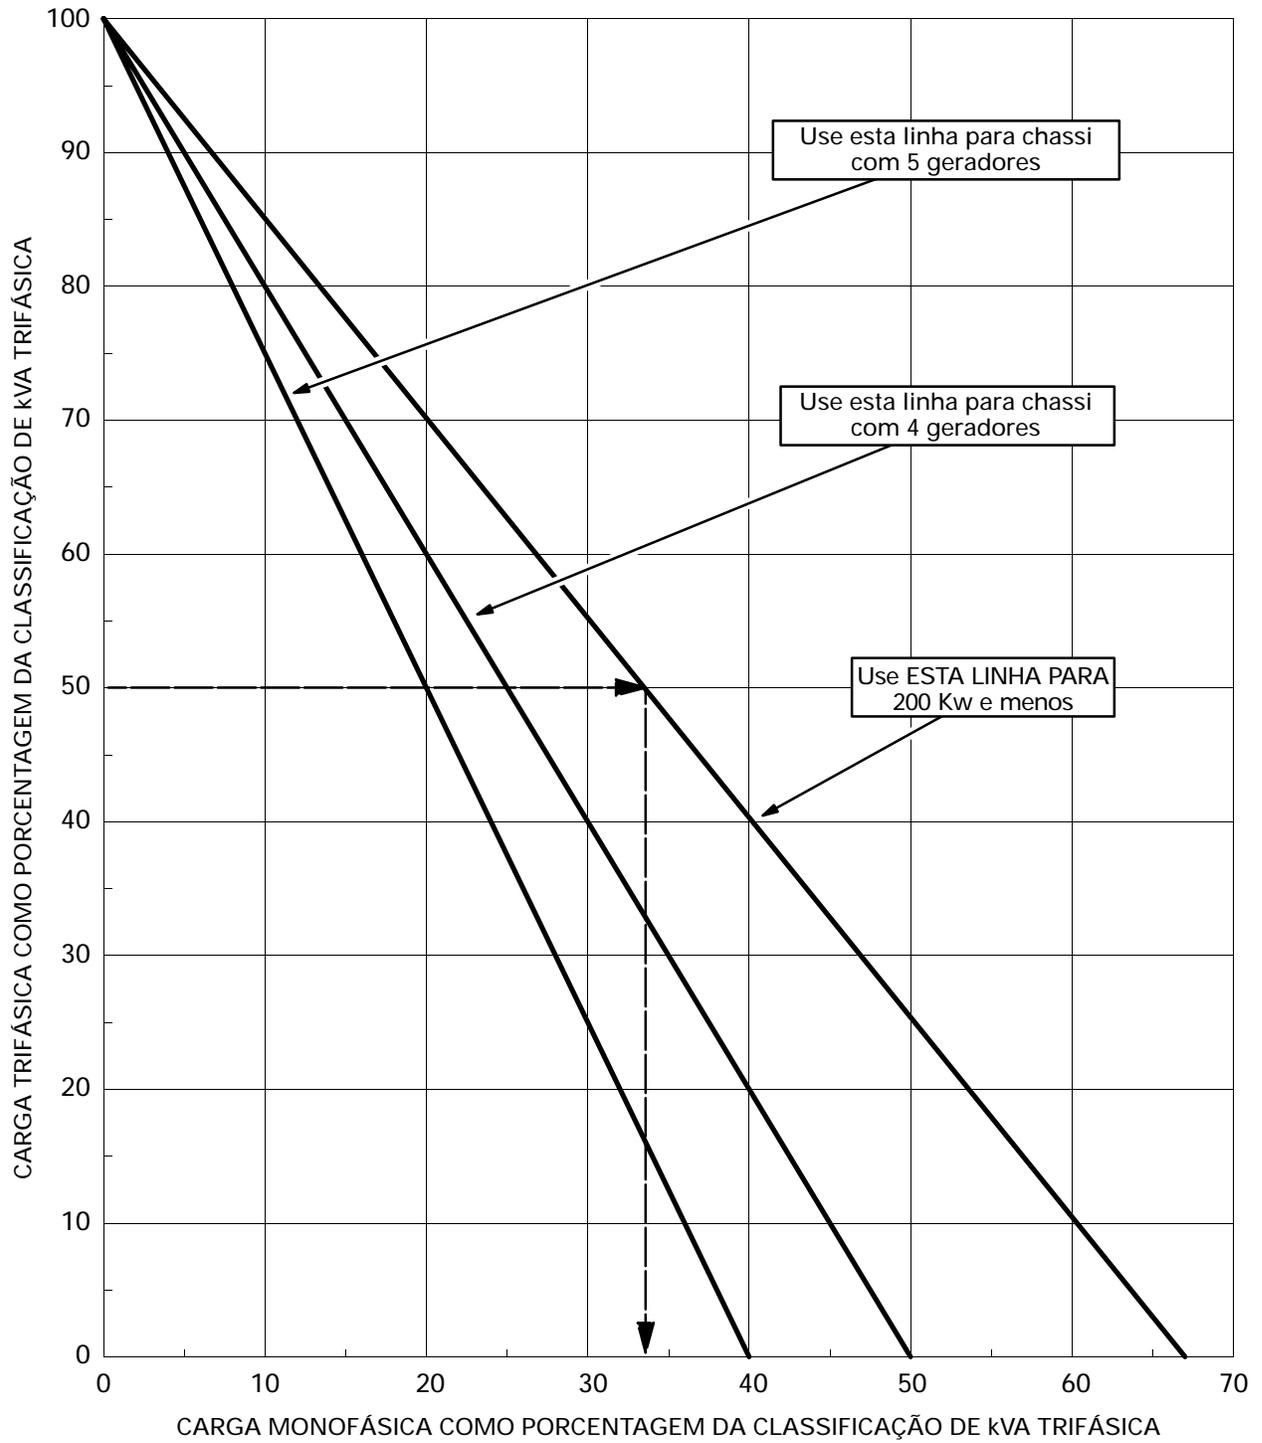

Figura 5-3. Desbalanceamento Permitido para Carga Monofásica (Típico Gerador Trifásico da Cummins Power Generation)
Desbalanceamento Permitido para Carga Monofásica: As cargas monofásicas devem ser distribuídas tão uniformemente quanto possível entre as três fases de um grupo gerador trifásico de modo a utilizar plenamente a capacidade nominal (kVA e kW) do grupo gerador e limitar o desbalanceamento da voltagem. A **Figura 5-3** pode ser utilizada para determinar a porcentagem máxima permitida de desbalanceamento de carga monofásica, como ilustra o exemplo de cálculo.
Geralmente, quanto maior for o grupo gerador, menor será a potencia monofásica que pode ser tomada. A **Figura 5-3** inclui as linhas de porcentagem de potência monofásica dos geradores de tamanhos intermediários, Chassi-4 e Chassi-5 da Cummins Power Generation. Confirme o tamanho do chassi consultando a Folha de Dados aplicável do Alternador indicada na Folha de Especificações do grupo gerador. O desbalanceamento da carga monofásica não deverá exceder 10%.
2. Calcule a porcentagem de carga monofásica permitida, como mostram as setas na **Figura 5-3**. Neste caso, ela é de aproximadamente 34% da classificação trifásica.